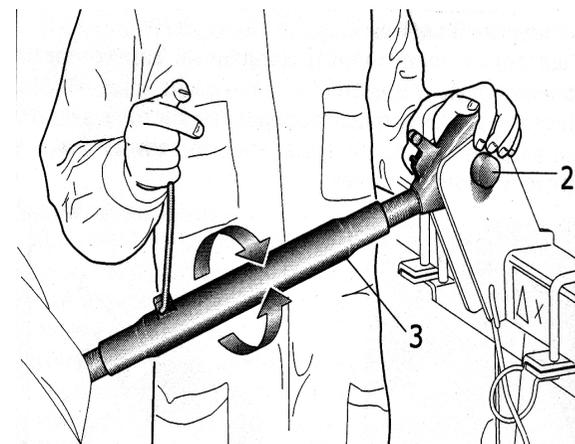

Рис. 1
1. Прикрепите штангу культиватора 1 к навесному устройству трактора 2 Рис.1.
3. Соедините с третьей верхней точкой поз.2 Рис. 1. Заблокируйте ось 2 Рис.1 пружинным фиксатором.
Внимание. культиватор установите на ровную площадку перпендикулярно при помощи центрального винта 3 (Рис. 1.) При не соблюдении данного условия будет нарушаться глубина работы сошников, а так же износ и выход из строя некоторых узлов и деталей